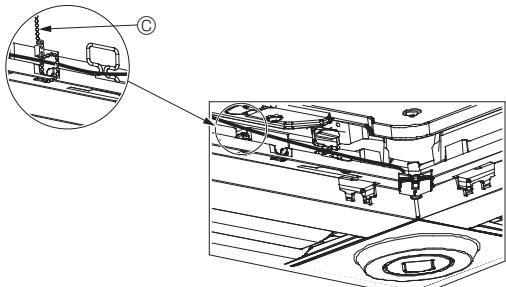

Fig. 10-12
- Fixez les fils du capteur i-See et du récepteur de signal au panneau à l'aide des fixations, comme indiqué sur le schéma, de sorte qu'il n'y ait pas de mou au niveau des fils, puis coupez le fil qui dépasse aux extrémités de la fixation. (Fig. 10-12)
- Si la position du capteur i-See a été permutee de la position "○" (E) à la position "□" (F), changez le réglage des fonctions. (Voir page 30.)